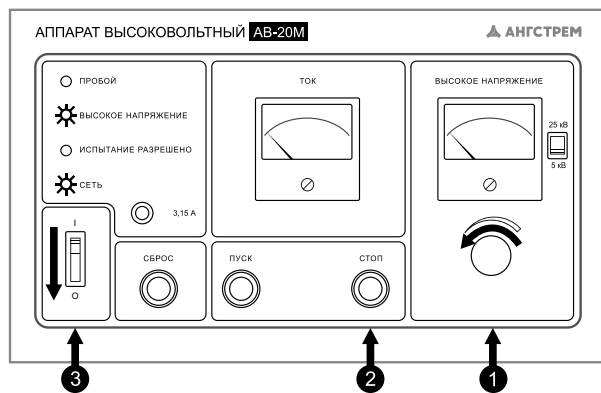

Рисунок 9
7.6 После завершения испытания (рисунок 9):